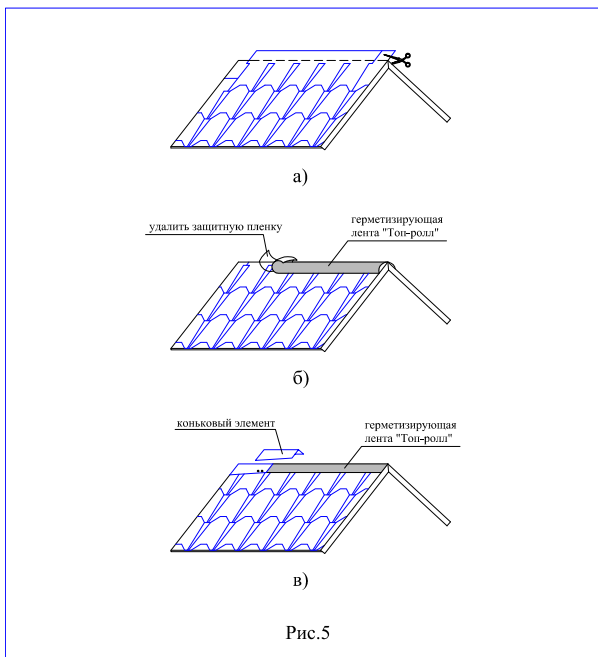

Рис.5
**Конек (рис. 5)**
- Верхний ряд черепицы доводится до линии конька (ребра), выступающие части листов обрезаются (рис. 5а);
- линии коньков и ребер герметизируются специальной самоклеящейся лентой «Топ-ролл» (рис. 5б);
- далее устанавливаются внахлест специальные коньковые элементы (направление укладки по преимущественному направлению ветра), рис. 5в. Каждый коньковый элемент плотно прижимается к основанию кровли и фиксируется 4 гвоздями длиной 35мм, которые перекрываются следующим коньковым элементом;